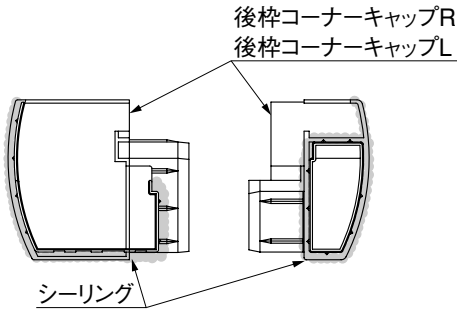
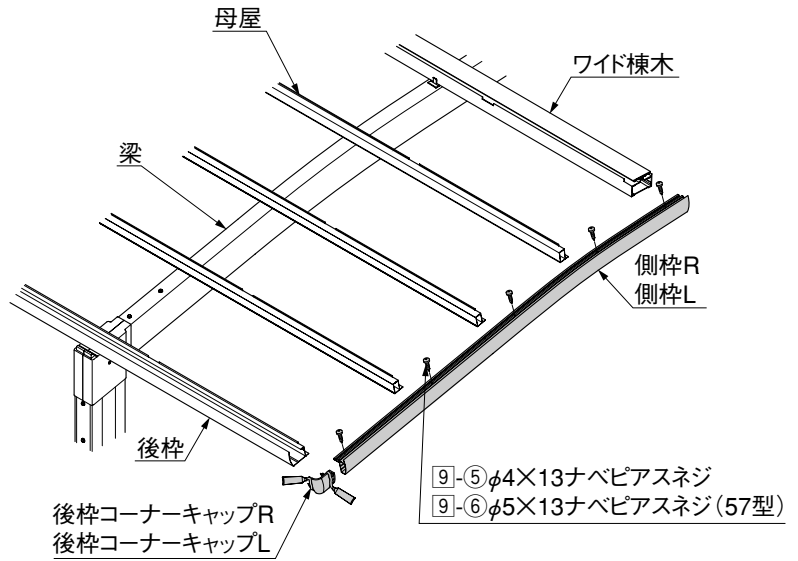
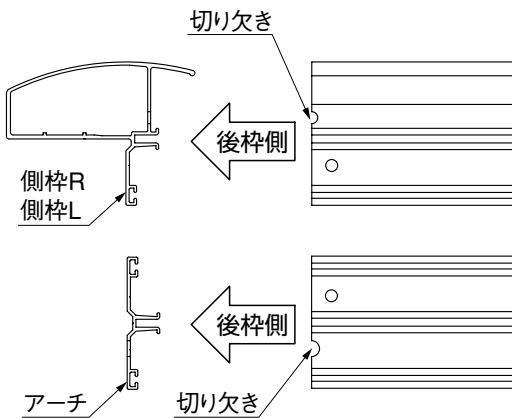
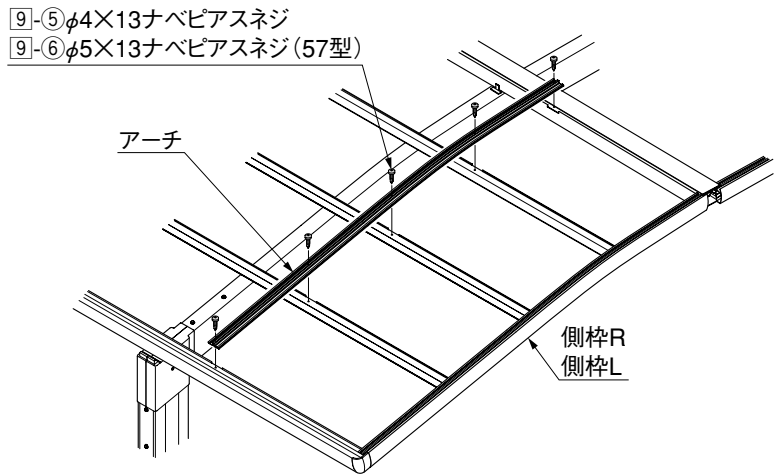

図4-1
図4-2
図4-3
図4-4
- ① 後枠コーナーキャップR・後枠コーナーキャップLにシーリング材を充てんして、側枠R・側枠Lに取付けてください。（図4-1、図4-2参照）
- 側枠R・側枠Lには左右があります。切り欠きが入っている方を後枠側にしてください。（図4-2参照）
- 指定の箇所シーリングしてください。（図4-1参照）
- ② 後枠・母屋・ワイド棟木に側枠R・側枠Lの穴に合わせて9-5または9-6で取付けてください。
- ③ アーチの前後を確認して、ワイド棟木・後枠・母屋にアーチの穴に合わせて9-5または9-6で取付けてください。（図4-3、図4-4参照）
- ④ 屋根枠まわりの対角・水平出しおよび柱の垂直出しをしてください。